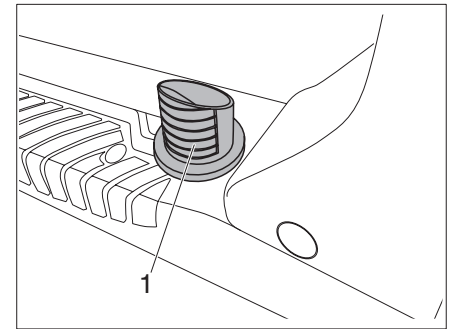

Fig. 71 Ventilación del calefactor de estacionamiento
- ▶ No cubra la rendija de escape (Fig. 71,1) ni apunte directamente a objetos o partes del cuerpo.